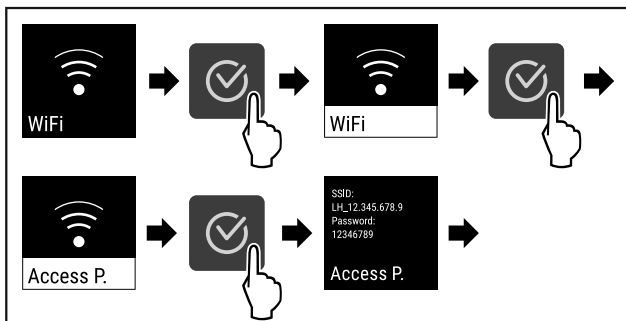

Fig. 75
- ▶ Udfør handlingstrinene (se Fig. 75).